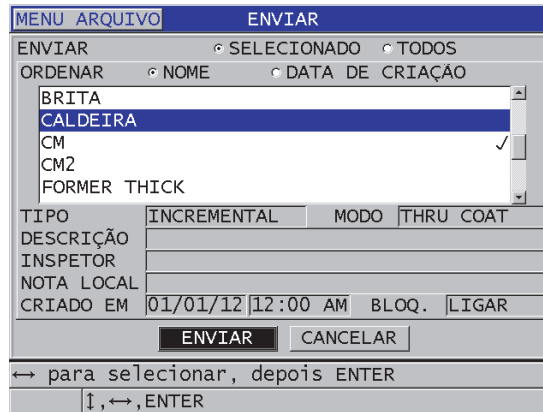

Figura 14-3 Selecionar arquivo para envio
4. Na tela **ENVIAR** (veja Figura 14-3 na página 267):